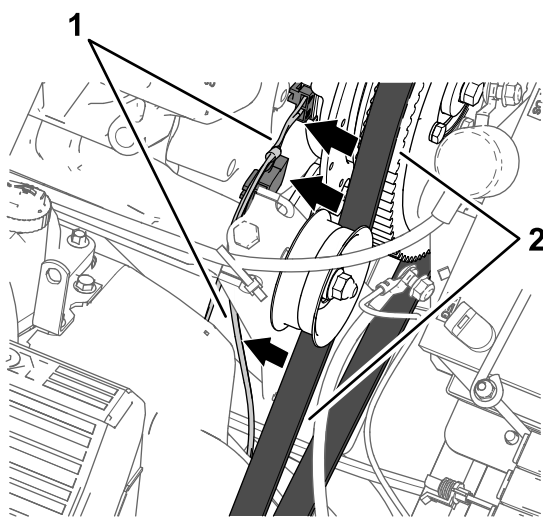

Bild 167
4. Verlegen Sie den Kabelbaumzweig (84 cm) gegen den Motor und die Sprühpumpe, sodass der Kabelbaum nicht den Lichtmaschinenriemen berührt (Bild 167).